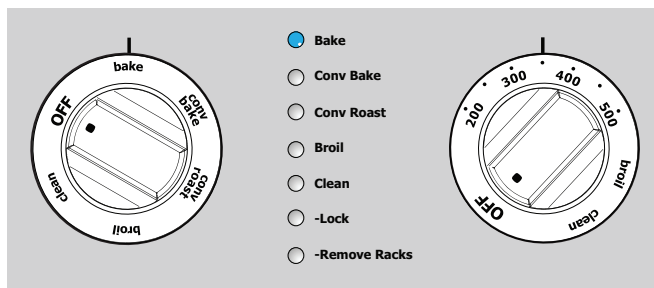

Figure 18 : Sélectionner la fonction de cuisson
2. Tourner le bouton du four sur < Bake > (cuire). Le témoin lumineux < Bake > (cuire) clignote (Figure 18).